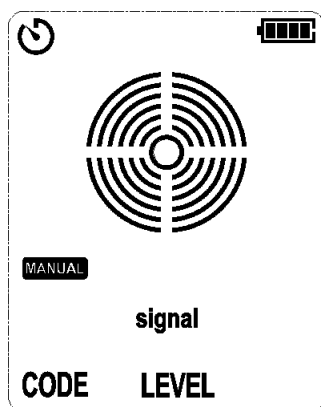

Figura 7.2.3a Nessun segnale rilevato
1. Accendere il ricevitore e premere brevemente il pulsante AUTO/MANUAL per passare alla modalità manuale, come mostrato nella Figura 7.2.3a.